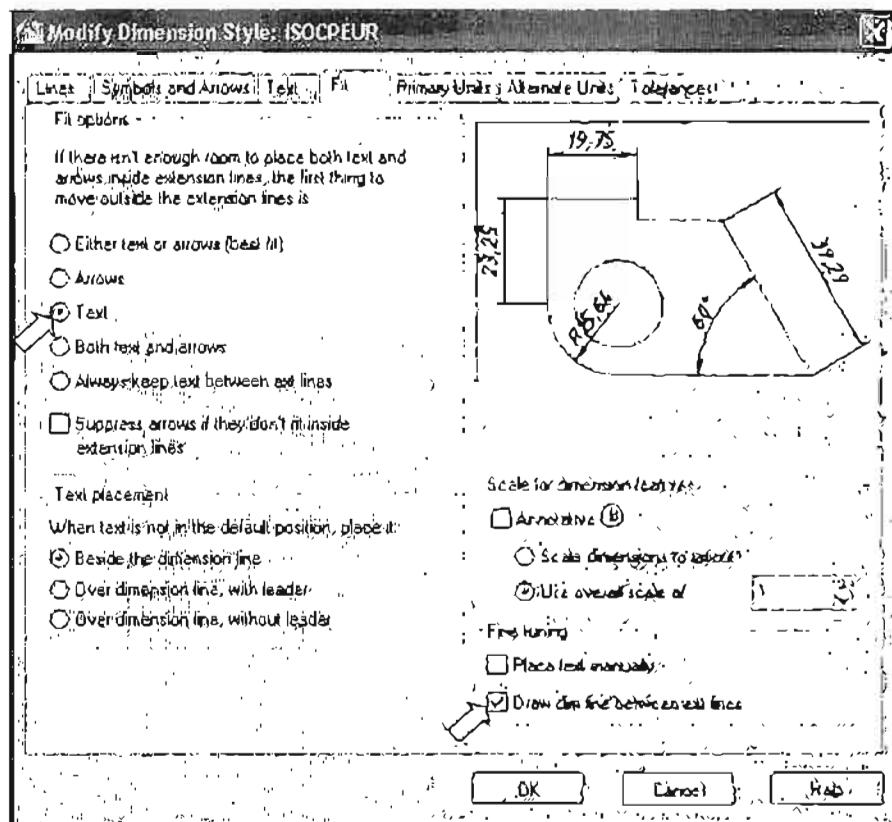

Рис. 3.19. Диалоговое окно **Modify Dimension Style** на вкладке **Fit** с установками нового размерного стиля ISOCEUR
4. На вкладке **Fit** (Размещение) (рис. 3.19) задаются правила размещения размерного текста, стрелок, выносок и размерной линии в случаях, когда невозможно разместить все элементы размерного блока на обычных местах.